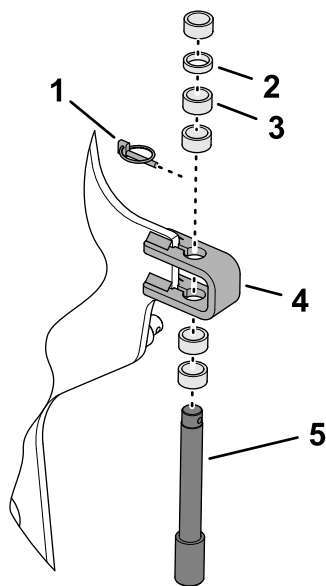

Figure 112
3. Retirez la goupille à anneau qui fixe la goupille et les entretoises de butée de profondeur au support de butée (Figure 111 et Figure 112).